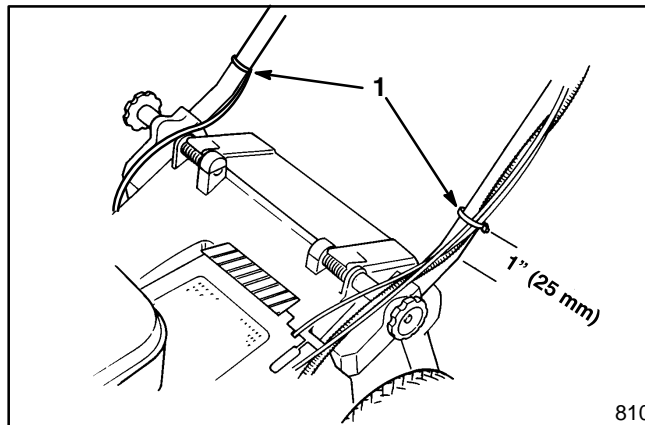

Figura 3
6. Fissate i cavi alle estremità inferiori delle stegole con fascette (Fig. 3). Posizionate le fascette a 25 mm (1") dalle curve delle stegole. Per il corretto posizionamento, vedere Figura 3.